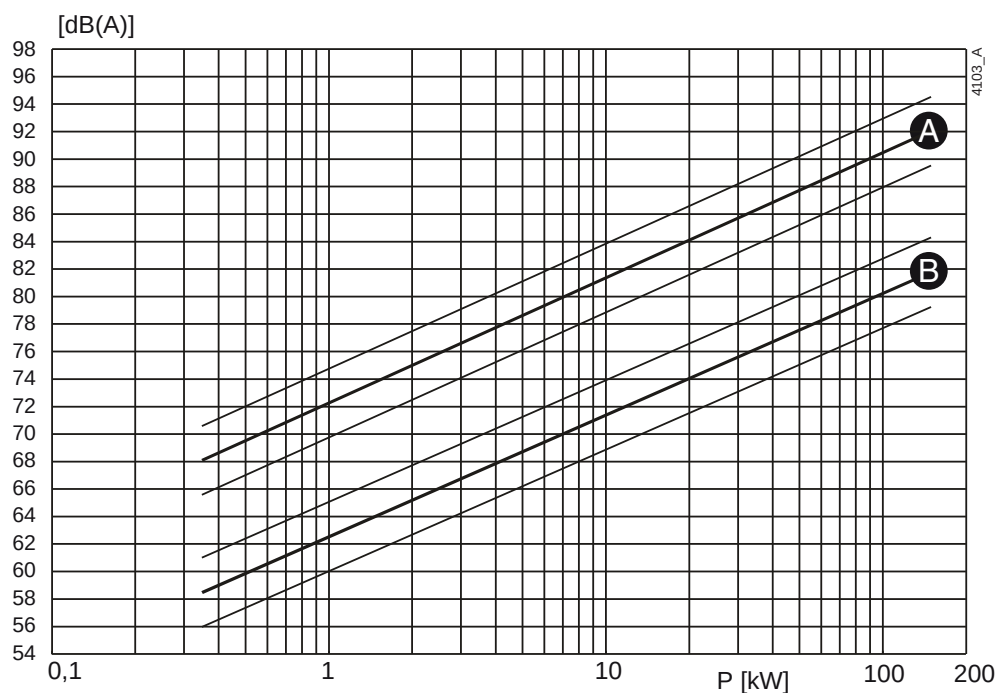
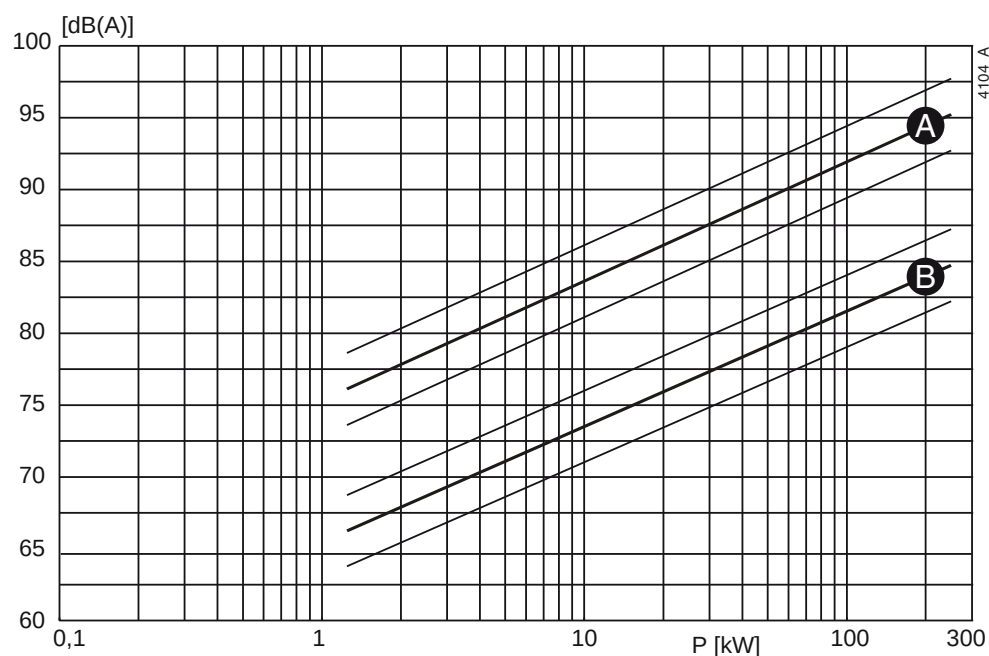

Abbildung 20: Schall als Funktion der Pumpenleistung [kW] bei 1450 min⁻¹
Abbildung 21: Schall als Funktion der Pumpenleistung [kW] bei 2900 min⁻¹
- 1 Um den Schallpegel (L_1) der Pumpe zu bestimmen, siehe Abbildung 20 oder Abbildung 21.